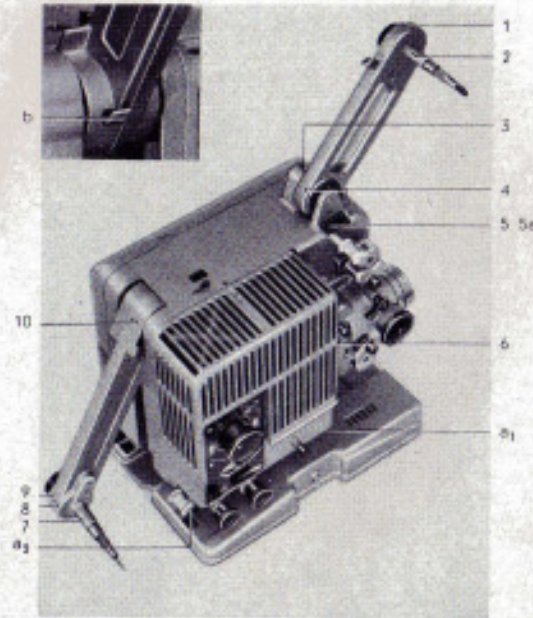

Bild 23
5. Wenn die Umpulgeschwindigkeit zum Schluß stark abzufallen beginnt, Zug der Umpulfraktion mit Hilfe des Bremshebels vermindern (b in Bild 23).
Nach etwa 8 Betriebsstunden durch rote Punkte gekennzeichnete 13 Ölstellen und die beiden Führungsrollen a₁ und a₂ (Bild 23 und 24) mit Siemens-Projektor-Öl ölen.